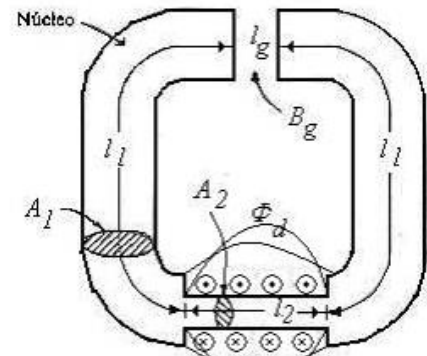
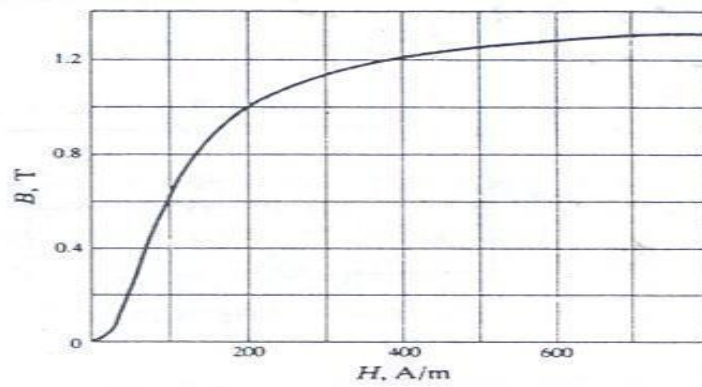

Fig. 10
Fig. 11
7.-Un circuito magnético compuesto en el que varía la sección transversal se muestra en la Fig.10; la porción de hierro tiene las características B-H de la Fig. 11. Datos $N = 100$ vueltas; $l_1 = 4l_2 = 40$ cm; $A_1 = 2 A_2 = 10$ cm²; $l_g = 2$ mm; flujo de dispersión $\phi_1 = 0,01$ mWb. Calcúlese la corriente I necesaria para establecer una densidad de flujo en el entrehierro de 0,6 T.